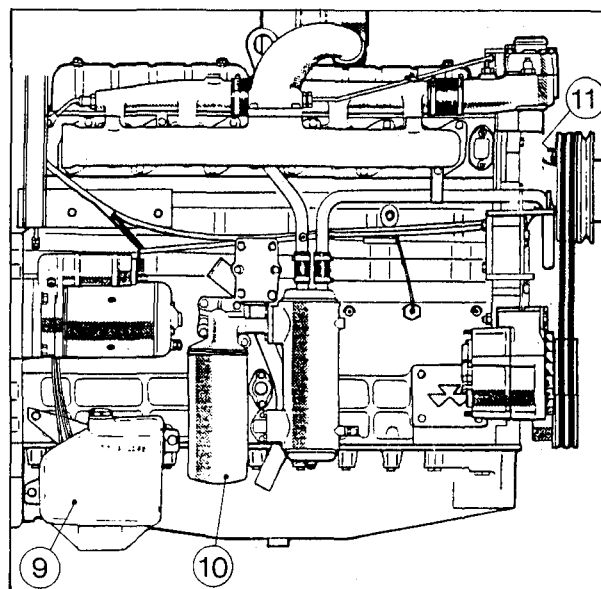

Fig. 12.
Smeerpunt (11 fig. 12 waterpomplagers) één keer na 125 draaiuren en daarna elke 500 draaiuren.
– (Fig. 12):